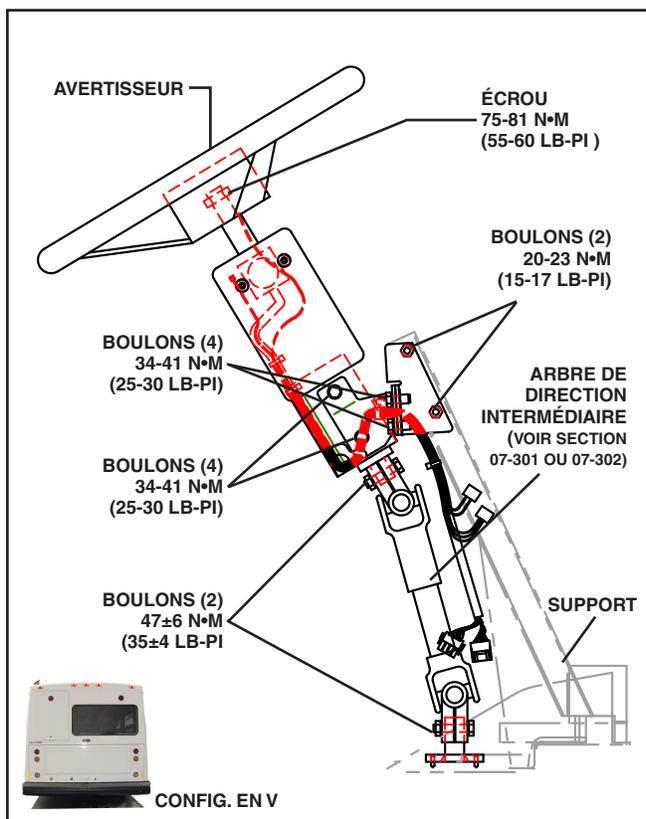
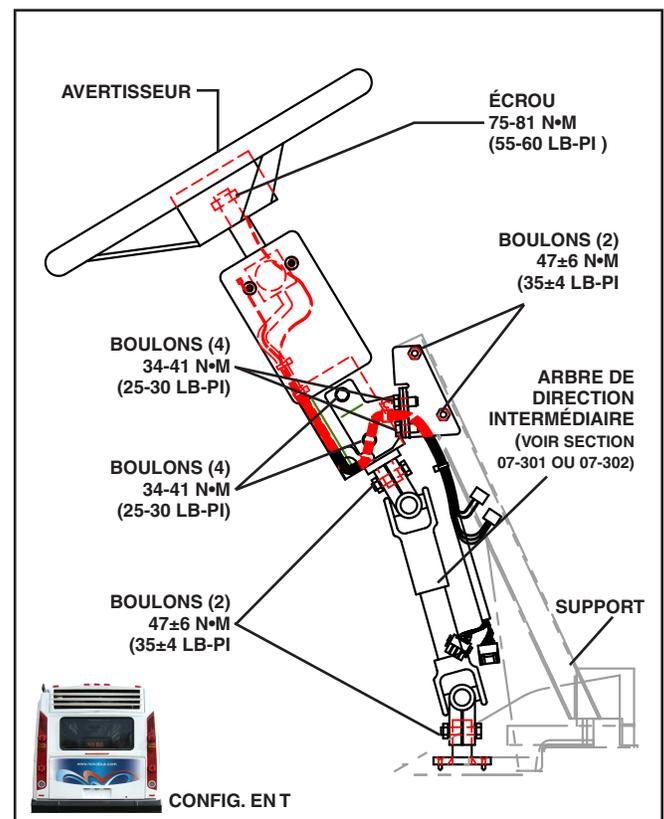
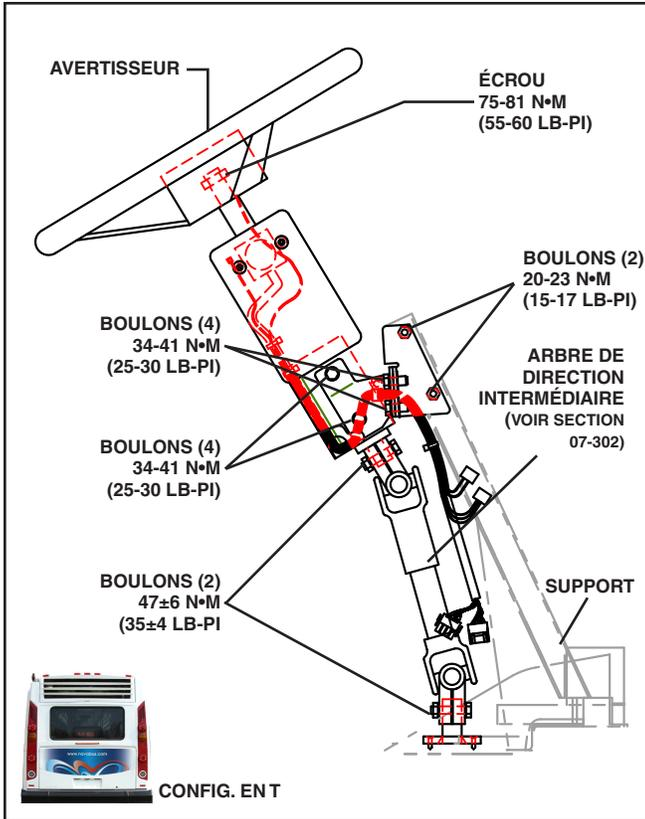
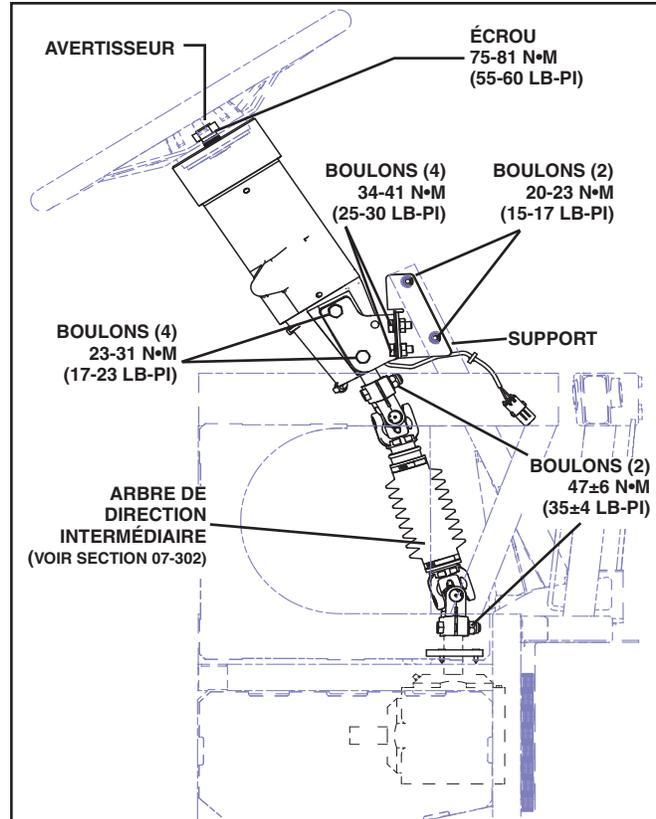

Figure A1 - Colonne de direction (tous véhicules à configuration en V)
Figure A2 - Colonne de direction (Configuration centrée - véhicules produits avant le 15 juin 2010)
Figure A3 - Colonne de direction (Configuration centrée - véhicules produits le 15 juin 2010 ou plus)
Figure A4 - Colonne de direction (avec arbre de direction intermédiaire muni de raccords de graissage)
L'arbre de direction intermédiaire est situé derrière un couvercle moulé sous le volant. Il y a deux raccords de graissage, un à chaque extrémité de l'arbre. Voir Figure A4.
Voir Figure A1, Figure A2, Figure A3 ou Figure A4, selon les différentes variations indiquées plus bas, pour les couples de serrage des composants de la colonne de direction. Il est très important de déterminer la bonne configuration avant l'application des couples de serrage. Au besoin, contacter votre représentant de service Nova Bus pour plus d'informations.
- **Véhicules à configuration en V** : Pour tous les véhicules à configuration en V, Figure A1.
- a. Sur les véhicules équipés d'un arbre de direction intermédiaire sans raccord de graissage (ancien modèle) et fabriqués avant le 15 juin 2010, appliquer les valeurs indiquées en Figure A2.
- b. Sur les véhicules équipés d'un arbre de direction intermédiaire sans raccord de graissage (ancien modèle) et fabriqués le 15 juin 2010 ou plus tard, appliquer les valeurs indiquées en Figure A3.
- c. Sur les véhicules équipés d'un arbre de direction intermédiaire avec raccords de graissage (nouveau modèle), appliquer les valeurs indiquées en Figure A4.